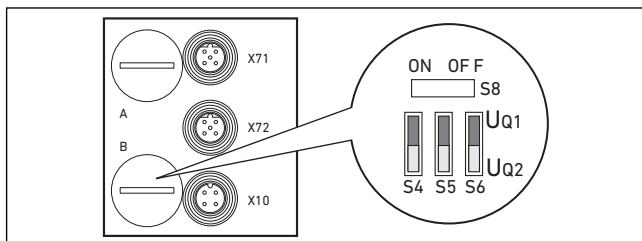

Fig. 9: Conmutador S4, S5, S6 para la asignación de la tensión de alimentación de válvulas (U_{Q1} , U_{Q2})
Los conmutadores S4, S5 y S6 para la asignación de la alimentación de válvulas se encuentran bajo el racor PG **B** (véase Fig. 9). A cada conmutador se le han asignado:
1. Abra la tapa roscada inferior **B** (véase Fig. 9 en la pág. 335).
2. Con ayuda de los conmutadores S4, S5 y S6, asigne a cada grupo de válvulas una de las dos tensiones de alimentación U_{Q1} o U_{Q2} (véase Tab. 14 y Fig. 9 en la pág. 336).